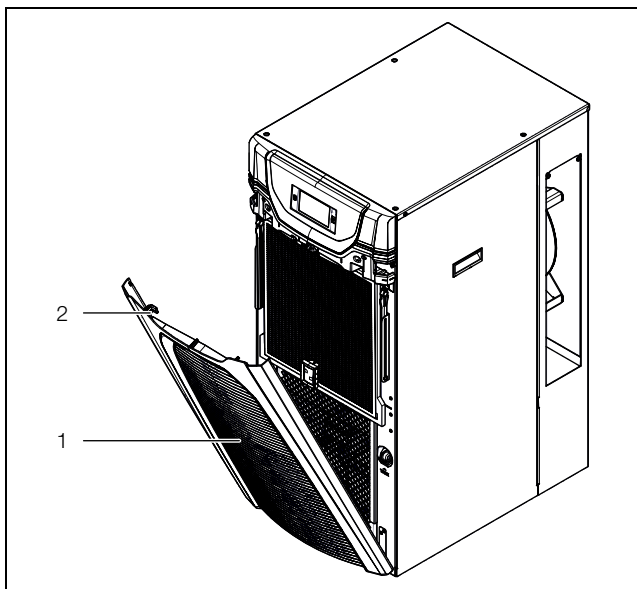

Рис. 18: Установка решетки 3334400
- Откиньте решетку под панелью по направлению вперед (рис. 18, поз. 1).